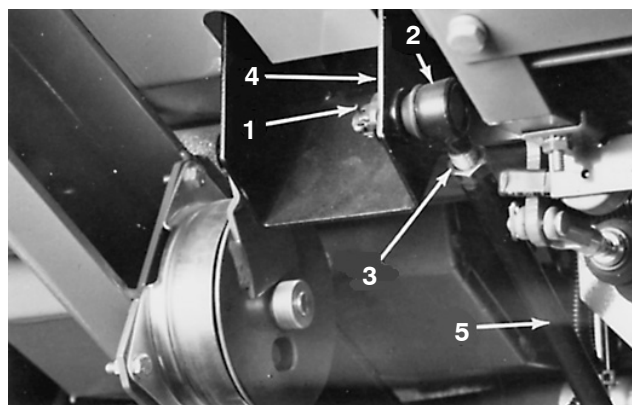

Figure 75
2. Retirez la goupille fendue et l'écrou fendu de la rotule au niveau de la pédale de déplacement (Fig. 75). Séparez la rotule de la pédale de déplacement.